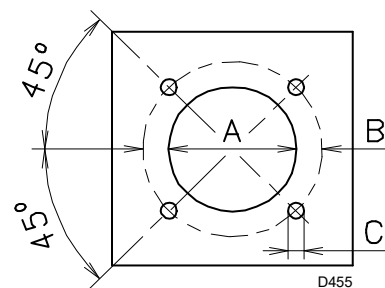

Fig. 11
Percer la plaque de fermeture de la chambre de combustion comme indiqué dans la Fig. 11.
- Introduire tout le brûleur sur le trou de la chaudière, précédemment prédisposé, comme illustré sur la Fig. 11 à la page 15, et le fixer avec les vis fournies de série.